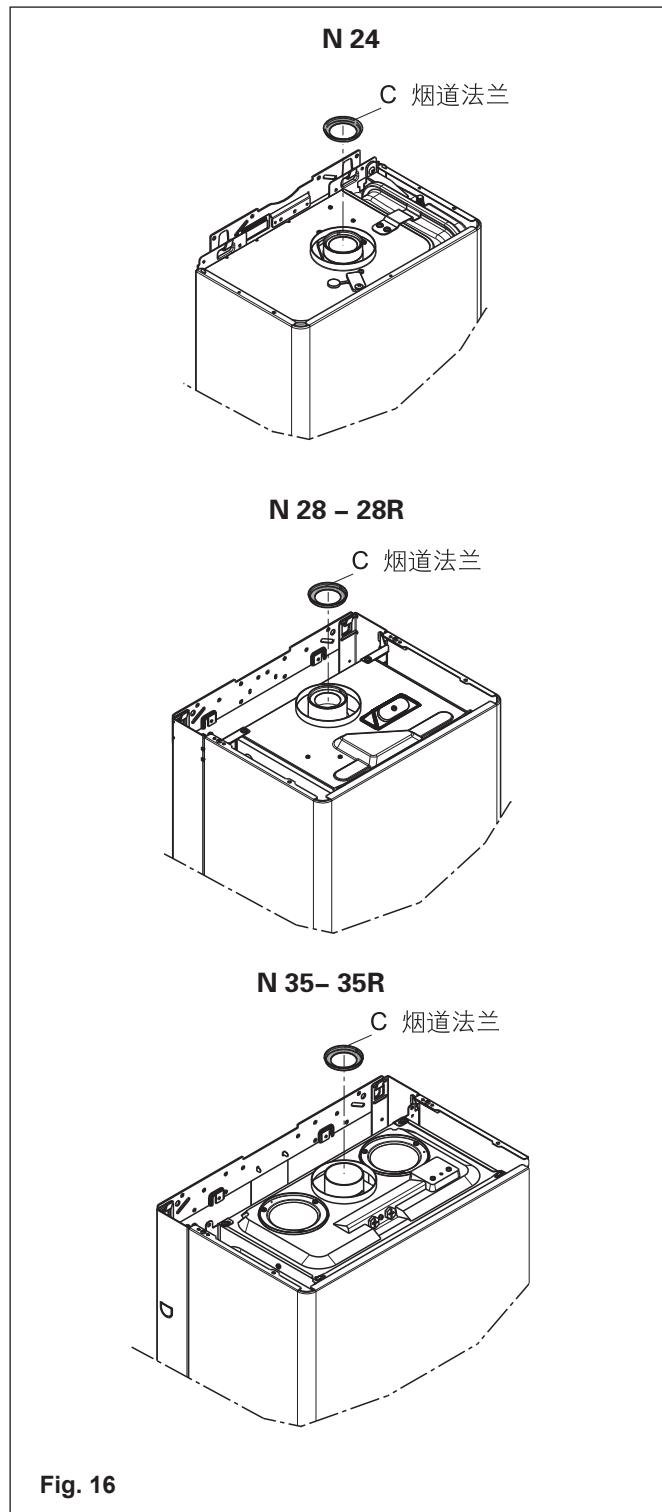

Fig. 16
10. 燃烧参数分析 (Fig. 16)
- 用合适的工具取下燃烧分析口的盖子。(Fig. 16)